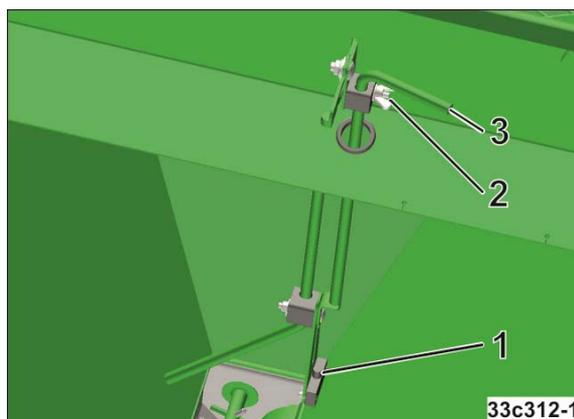

Fig. 64
1. Soltar la tuerca de mariposa (Fig. 64/2).
2. Ajustar la altura del sensor de llenado (Fig. 64/1) de acuerdo con la dosis residual de semillas deseada en la empuñadura (Fig. 64/3).